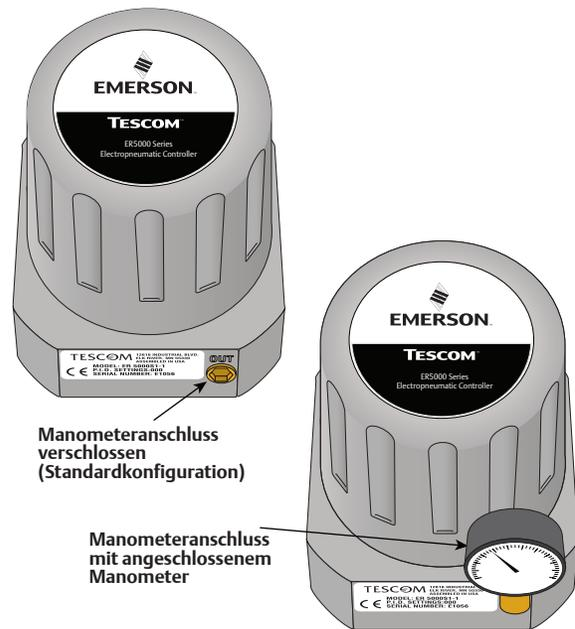

Abb. 66: Manometeranschluss verschlossen und mit angeschlossenem Manometer
- Der Manometeranschluss muss verschlossen werden, wenn kein Manometer angeschlossen wird (wie in Abb. 66 gezeigt). Wenn ein Manometer angeschlossen wird, muss eine luftdichte Versiegelung gewährleistet werden.